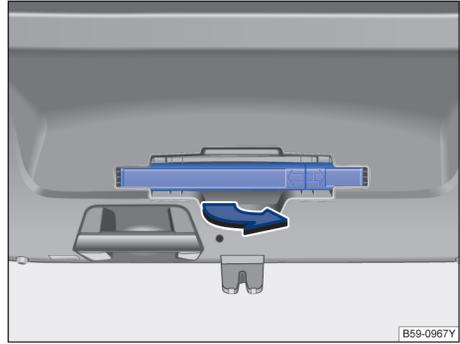

图 45 在行李厢盖中：三角警告牌的固定装置
- 从三角警告牌的固定装置按图示箭头方向按压并旋转，直至取出三角警告牌→图 45。